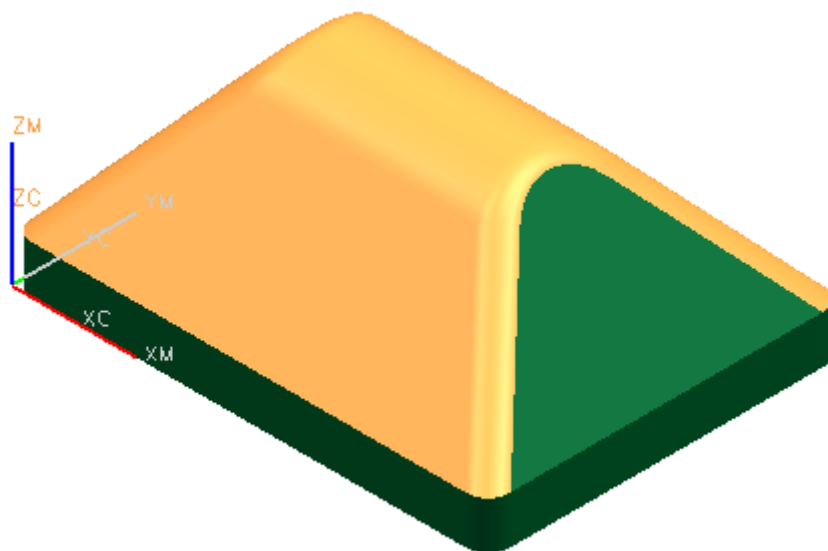

图 6-17
- 单击切削区域 ，选择如图 6-17 所示的切削区域，单击 OK。
- 单击 ，生成如图 6-17 所示的刀轨。